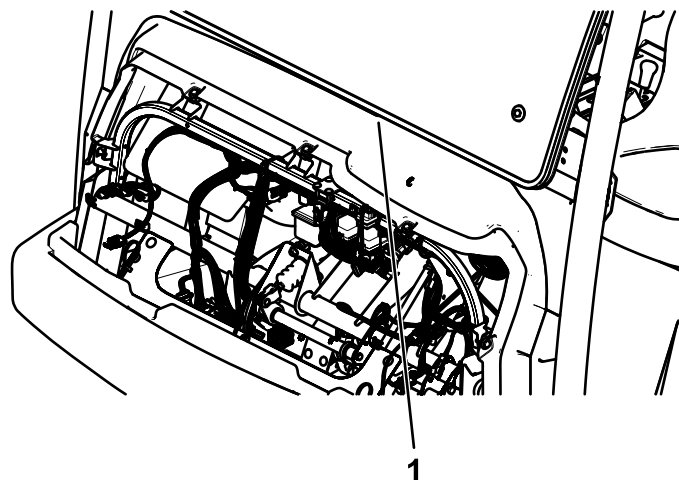

Figure 38
4. Fermez l'espace entre le tablier et la cabine en vissant plus ou moins le boulon entièrement fileté ($\frac{1}{2}$ " x 4") jusqu'à ce que la plaque de butée soit poussée vers le haut sur le tablier (Figure 38).